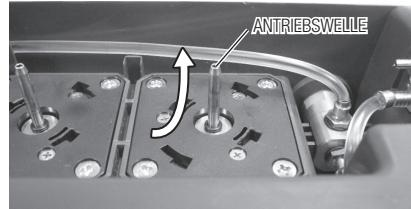

Abb. 40
- Wischen Sie Schmutz und Flüssigkeit von unten nach oben von der Antriebswelle (Abb. 40).